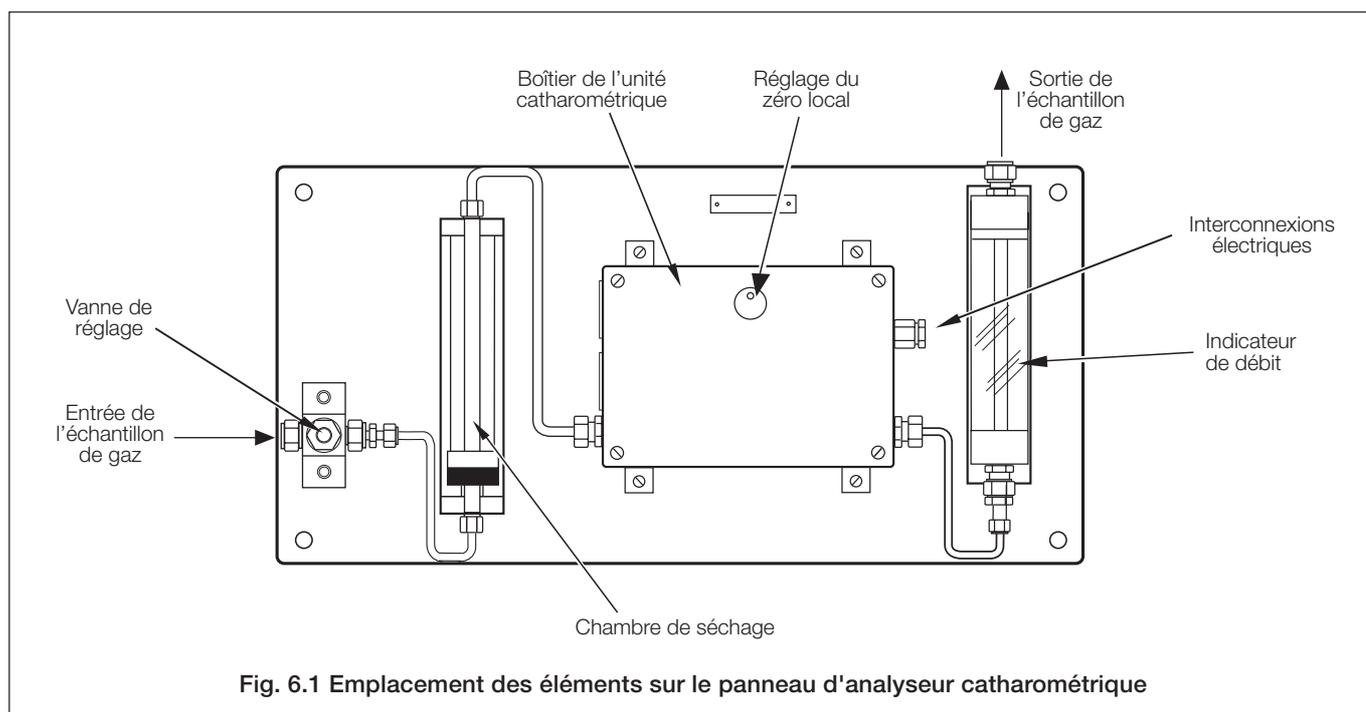

Fig. 6.1 Emplacement des éléments sur le panneau d'analyseur catharométrique
6.1 Panneau d'analyseur catharométrique – Remplissage de la chambre de séchage – Fig. 6.1